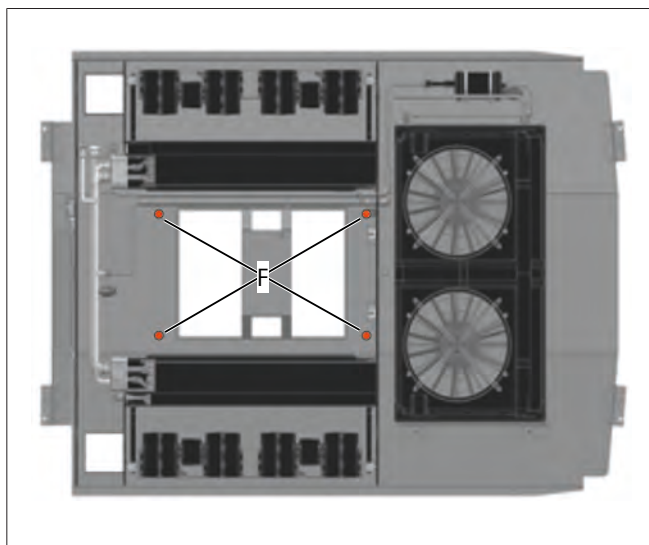

Fig. 9 Fijación del bastidor de la unidad
- Apriete los elementos de fijación (véase Fig. 9).